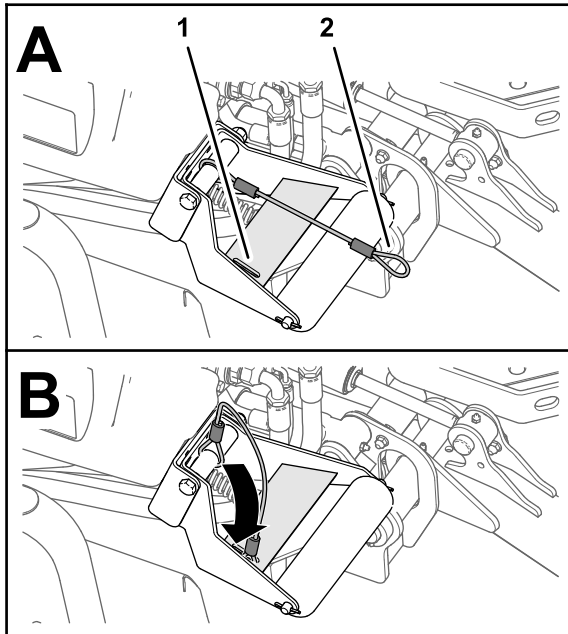

图 29
- 在滚刀组放下时将系索的挂环滑入滚筒支架加强板的槽中 图 29。